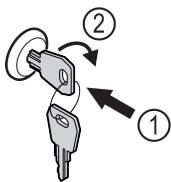

Fig. 46 Beispielhafte Darstellung
- Schlüssel hineindrücken Fig. 46 (1).
- Schlüssel um 90° im Uhrzeigersinn drehen Fig. 46 (2).